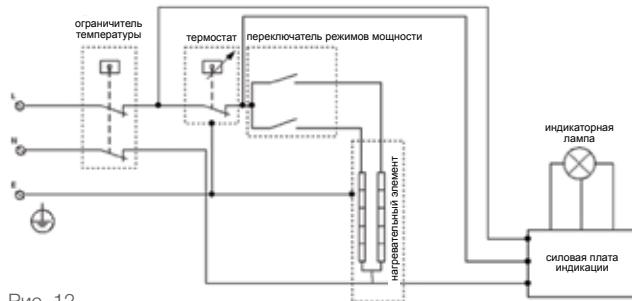

Рис. 12
6. Чтобы правильно слить воду из внутреннего бака, надо воспользоваться обратным предохранительным клапаном: открутить сливной винт обратного предохранительного клапана и перевести ручку слива в верхнее положение, при этом кран выхода горячей воды должен быть открыт, а кран подачи холодной воды в водонагреватель должен быть перекрыт. (смотри рис. 12). Никогда не сливайте воду, если ее температура выше 50°C, т.к. это может привести к ожогам.